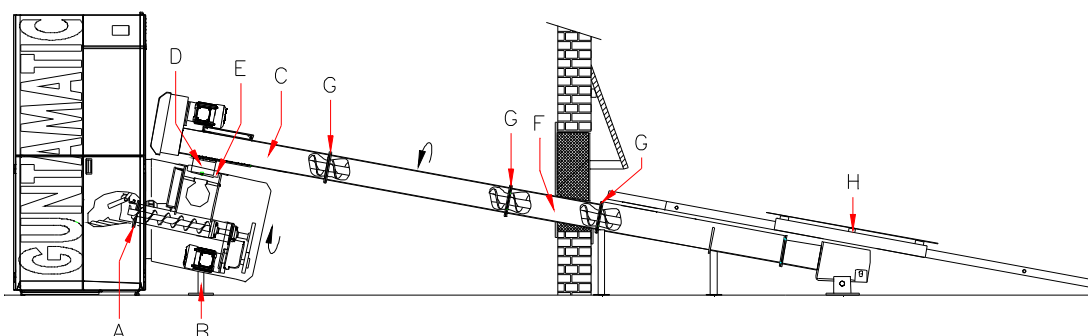

Abb.4
4. Si vous avez démonté la vis d'introduction (stocker), remettez correctement le joint entre la chaudière et le stocker (prise d'air) (A) Abb.4 et refixez l'ensemble avec les 4 vis M08 x 30, les rondelles freins et les 4 écrous. Règlez le pied de soutènement de la vis (B) Abb.4, de façon à soulager le stocker. Branchez les câbles de l'allumeur, du fin de course, de la langue de feu, du clapet coupe-feu, de la sonde du stocker et des deux moteurs A1 et G1.
5. Posez la vis d'extraction (C) Abb.4 sur le stocker et réglez l'orientation de la vis. La „boule“ (D) Abb.4 de la vis d'extraction doit être posée dans le joint caoutchouc (E) Abb.4 de façon à être étanche à l'oxygène.
6. Montez les rallonges de vis nécessaire à l'avance au sol. La rallonge de vis livrée de série de 0.55 m (F), voir Abb.4, doit toujours être installée dans le passage du mur. Serrez toutes les rallonges de vis entre elle avec les vis M08 x 30, les rondelles freins et les écrous, sans rebord à l'intérieur des auges. Emboîtez les vis (G) Abb.4 de façon à respecter la liaison hélicoïdale des vis. (pas de cassure dans la liaison de la vis). Raccordez cette vis pré-montée sur l'unité d'entraînement (C) Abb.4 (contrôle de la liaison hélicoïdale).
7. Raccordez le dessileur (H), voir Abb.4, à la vis d'extraction et respectez la liaison hélicoïdale de la vis (G) Abb.4